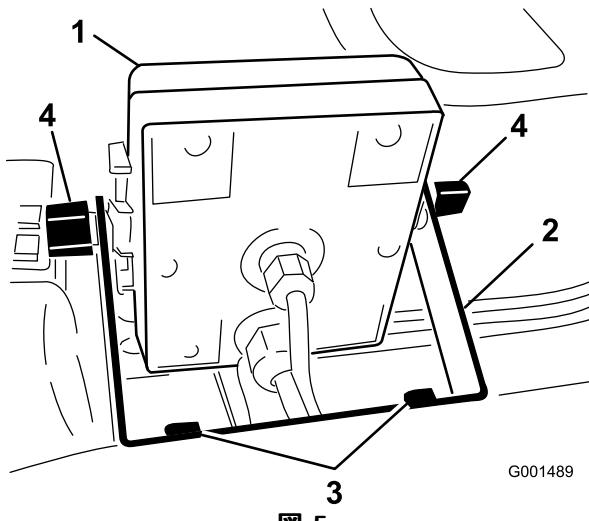
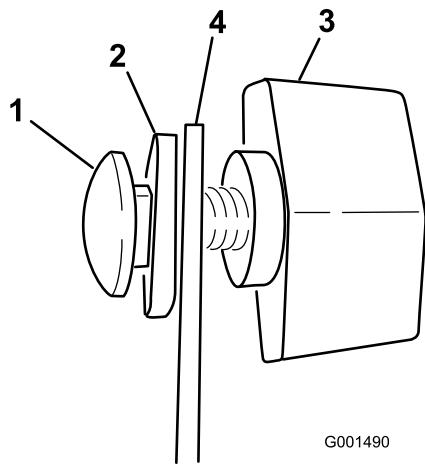

図 5
図 6
- モニタのブラケットをダッシュボードに取り付ける；フランジヘッド・ボルト (1/4 x 3/4 in) 2本とフランジ・ナット (1/4 in) 2本を使用する(図 5)。
3. キャリッジ・ボルト、ゴム・ワッシャ、ノブ各2個を、図 5および図 6のように仮止めする。
6. ブラケットにスプレー・プロを取り付け(図 5)、ノブで固定する。